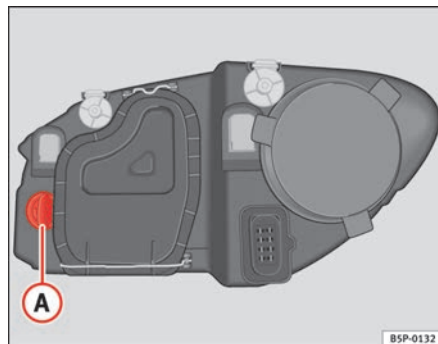

Fig. 183 Lampada luce indicatore di direzione
- Ruotare il portalampade ⇒ fig. 183 **A** verso sinistra e tirare.